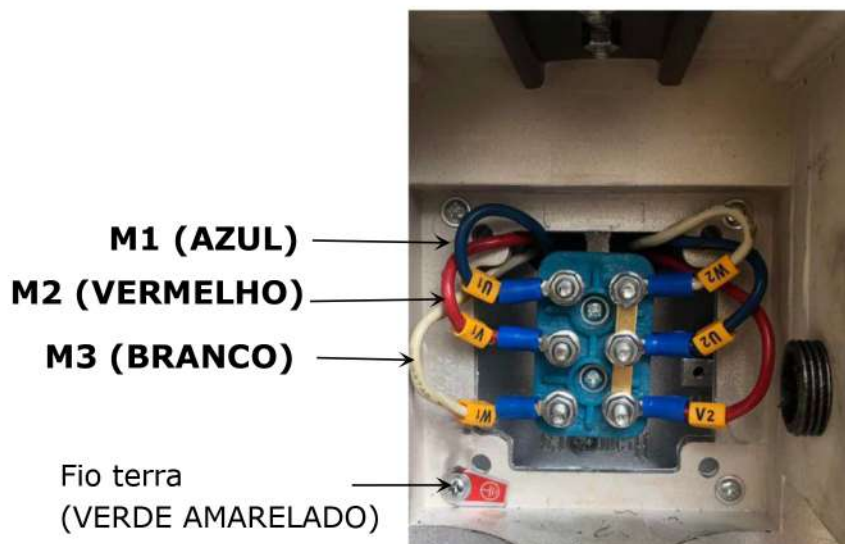

Fig. 33
2.2 Diagrama de conexão do cabo de 380V do motor hidráulico (Ver Fig. 33)